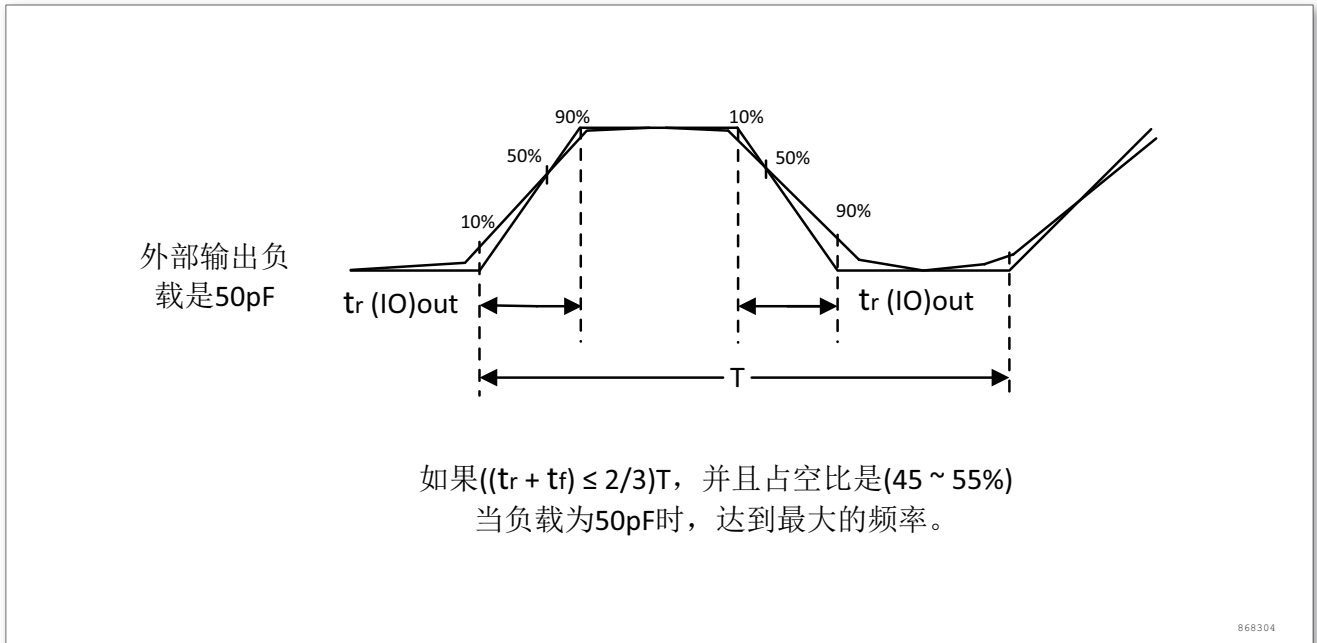

图 16. 输入输出交流特性定义
输入输出交流特性的定义和数值分别在图 16和表 29给出。
2. 最大频率在图 16中定义。